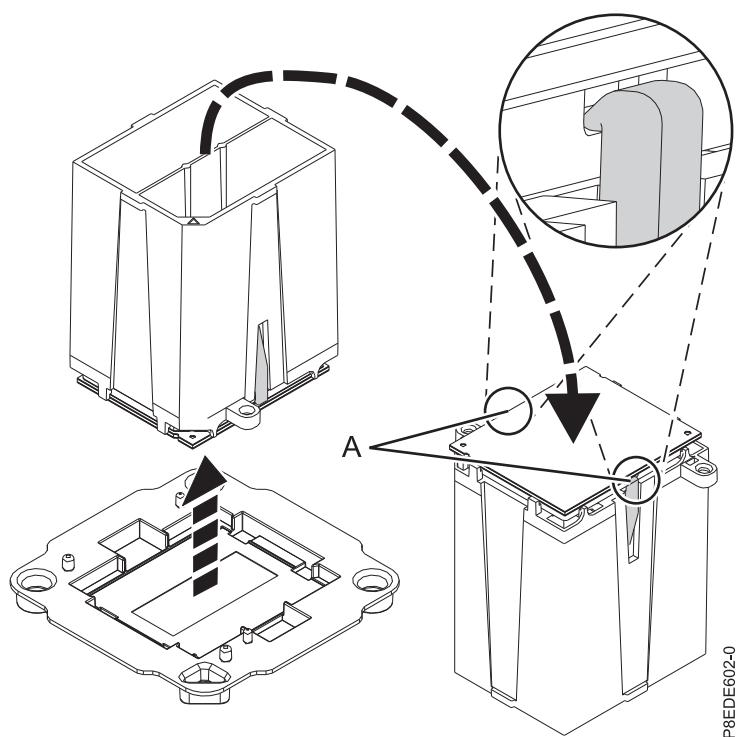

図 14. システム・プロセッサー・モジュールが確実にツールにロックされていることを確認
5. ツールとシステム・プロセッサー・モジュールの両端をつかみ、慎重に持ち上げてシステム・プロセッサー・モジュール・トレイから少し出します。次に、システム・プロセッサー・モジュール側が上を向くように裏返します。両方のツールあご部 (A) がシステム・プロセッサー・モジュールをしっかりとつかんでいることを確認します (16 ページの図 14 を参照)。